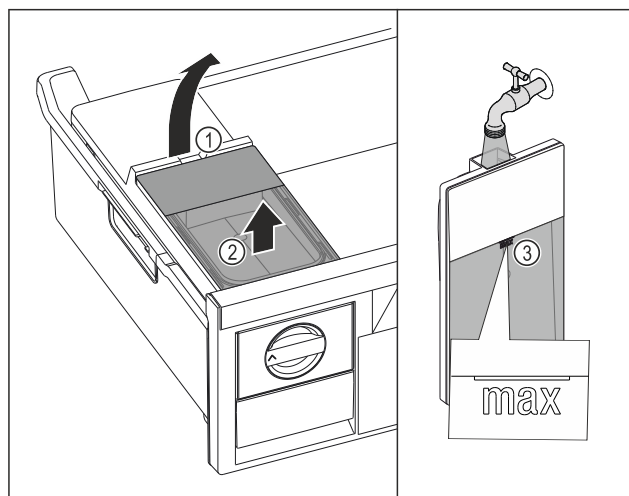

Fig. 156
- ▶ Zvedněte nádržku na vodu za vybrání Fig. 156 (1).
- ▶ Vyjměte nádržku na vodu nahoru. Fig. 156 (2)
- ▶ Naplňte nádržku na vodu pitnou vodou až po značku Fig. 156 (3).